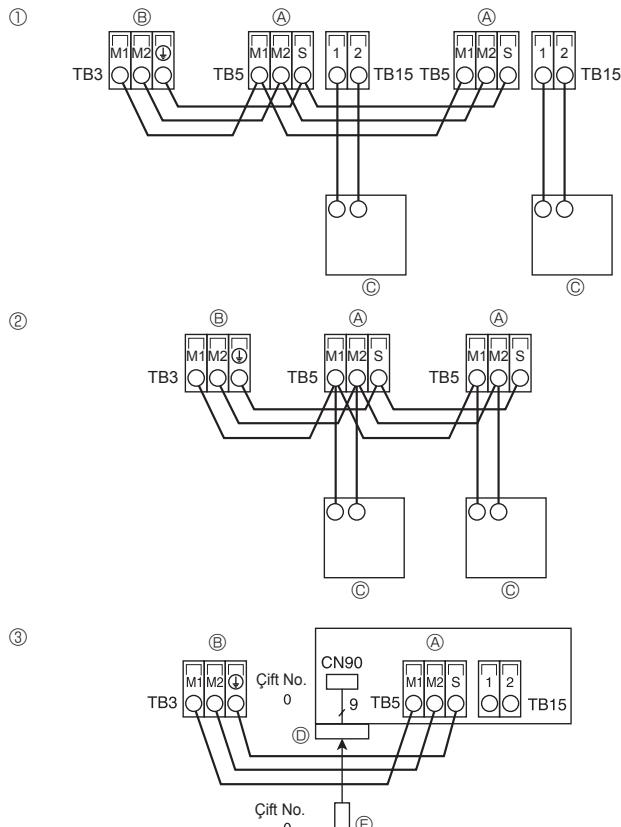

Fig. 5-9
5.5. Uzaktan kumanda ünitesi, iç ve dış iletişim kablolarının bağlanması (Fig. 5-9)
① MA Uzaktan kumanda ünitesi
② M-NET Uzaktan kumanda ünitesi
③ Kablosuz uzaktan kumanda (Kablosuz sinyal alıcı monte edilirken)